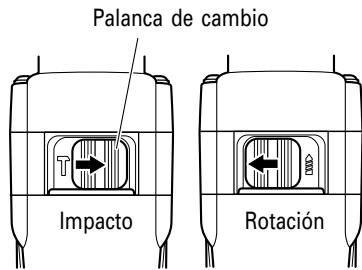

Fig. 8
11. Alteración de IMPACTO a ROTACION (Fig. 8)